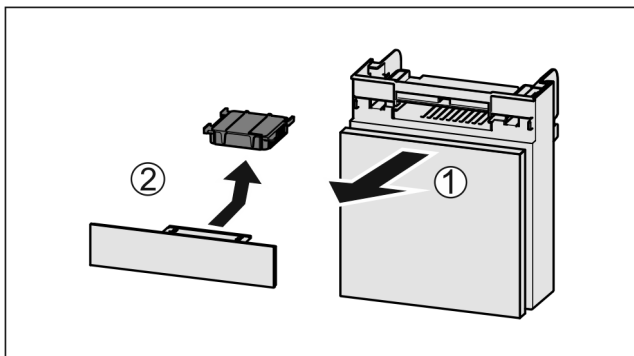

Fig. 31
- ▶ Потягніть Fig. 31 (1) відділення вперед.
- ▶ Витягнути Fig. 31 (2) фільтр з активованого вугілля.